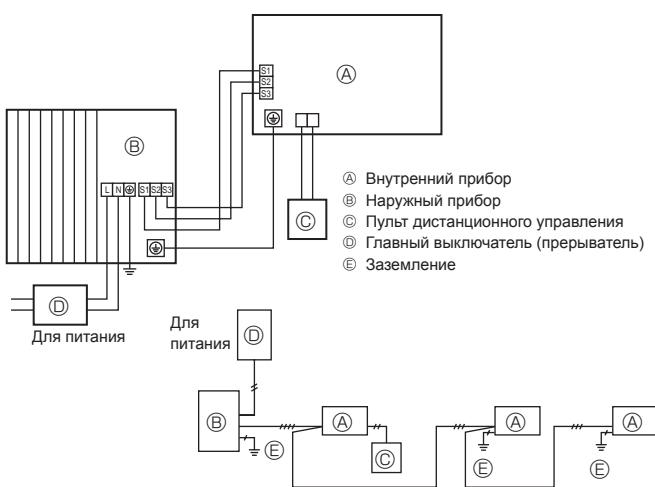
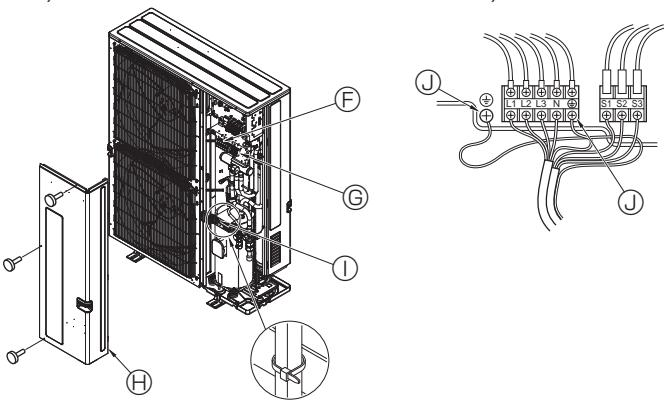

Fig. 6-1
Fig. 6-2
6.1. Наружный прибор (Fig. 6-1, Fig. 6-2)
- ① Снимите сервисную панель.
② Подсоедините кабели согласно Fig. 6-1 и Fig. 6-2.